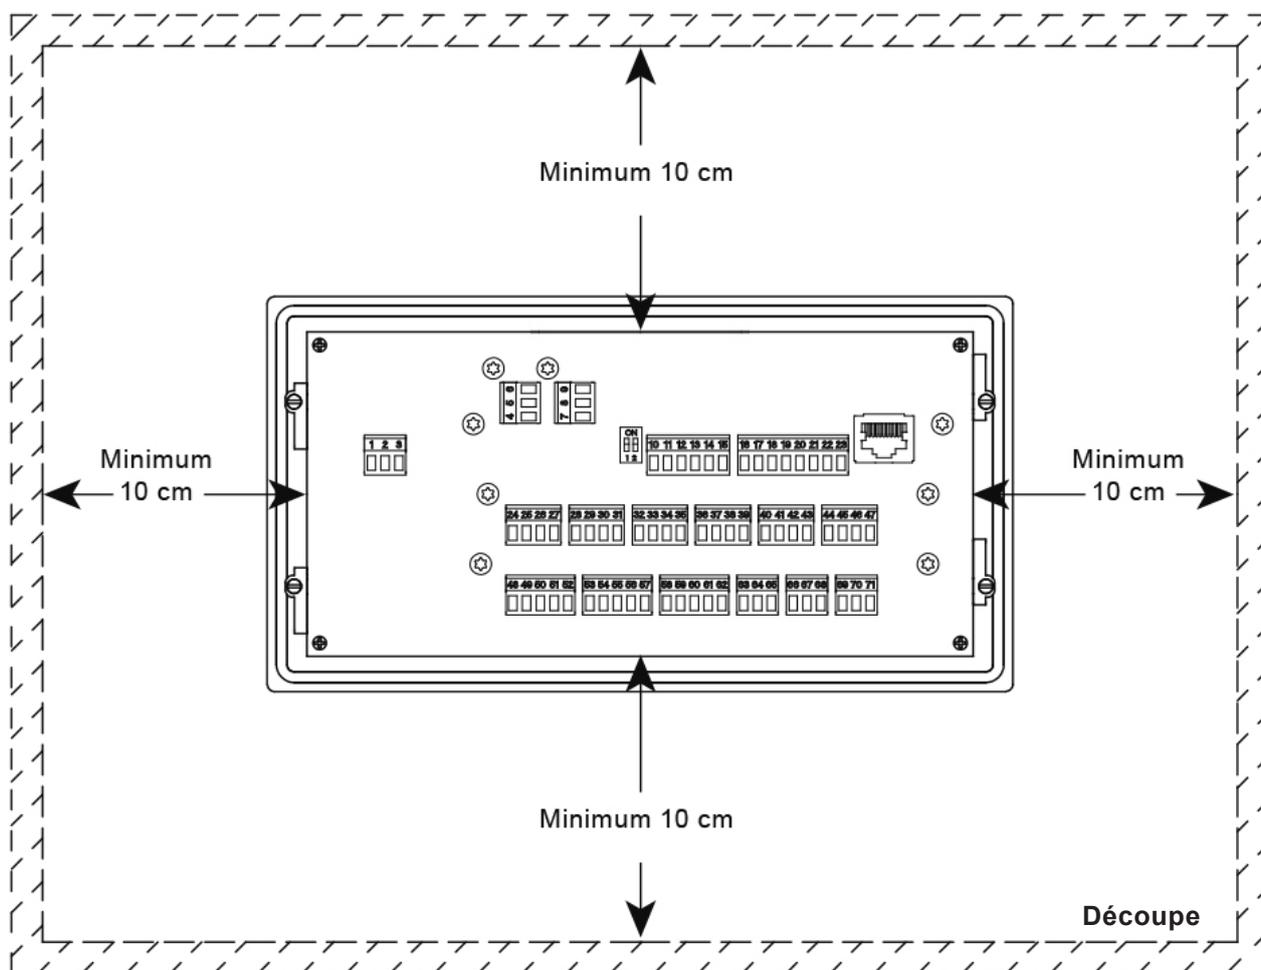

Fig. 8 - Vue arrière de l'unité dans le panneau
1. En respectant les dimensions indiquées sur la figure 8, percez 3 trous de diamètre adapté à recevoir des vis de 5 mm.